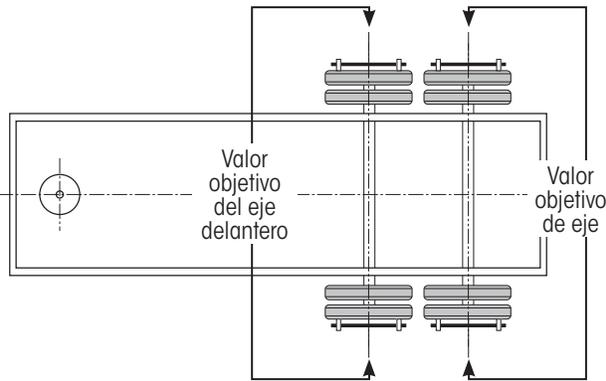

Figura 40: Medición punto a punto para valores objetivo
1. Mida de punto a punto las extensiones de la terminal de la rueda (Figura 40).